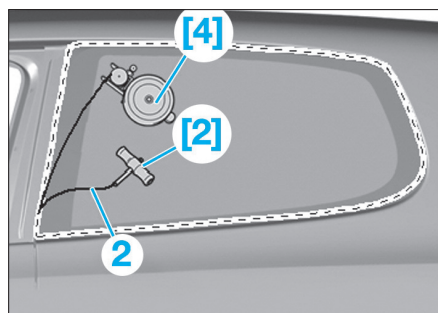

FIG. 9
- [4]. Dispositif d'enroulement ref.1654 (Fig.9).
- Il est également possible d'utiliser le dispositif d'enroulement [4] à la place du dispositif d'enroulement [3] (Fig.9).